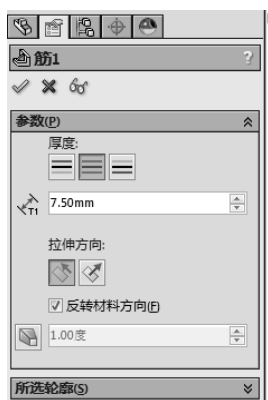

图 4-122 设置筋属性
- [2] 设置筋属性，在“参数”中厚度选择“”（两侧），在筋厚度中输入“7.50mm”，拉伸方向选择“”（平行于草图），选中“反转材料方向”，如图 4-122 所示。